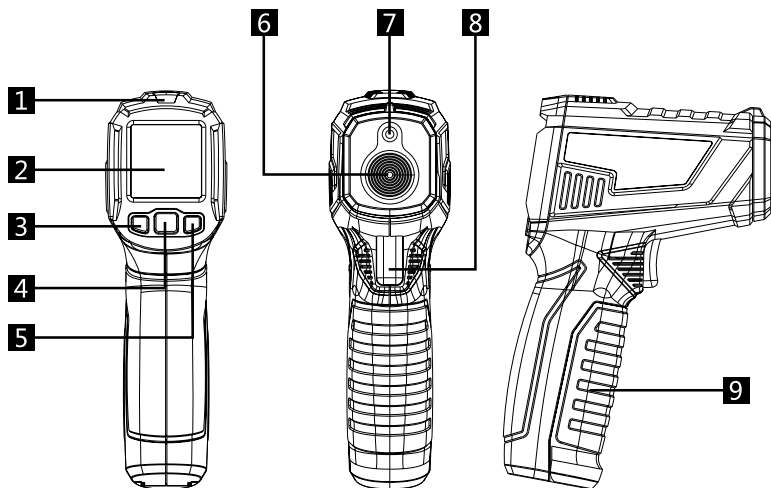

Fig. 1 – Componentes
- Aperte o gatilho (8 - Fig. 1). Enquanto o gatilho estiver pressionado o termômetro estará realizando a medição.
- a. Para utilizar a mira laser, pressione o gatilho (8 - Fig. 1) para ligar o aparelho e, então, pressione o botão 3 – Fig1. No visor irá aparecer o símbolo .
- b. Acione novamente o gatilho (8 - Fig.1). Um ponto laser irá aparecer para auxiliar na localização de onde está sendo realizada a leitura. Enquanto o gatilho estiver pressionado, o termômetro estará realizando a medição.
- d. Para desligar a função Mira a laser basta pressionar novamente o botão 3 - Fig. 1. Note que o símbolo  irá desaparecer do visor do termômetro.
- a) Para acionar a luz de fundo, pressione o gatilho (8 - Fig. 1) para ligar o aparelho.
- b) Pressione o botão  (5 - Fig. 1).
- c) No visor irá acender uma luz de fundo. Para desligar a luz de fundo basta pressionar o botão  (5 - Fig. 1) novamente.
- a. Para mudar de unidade de medição de °C para °F ou °F para °C, pressione o gatilho (8 - Fig. 1) para ligar o aparelho.
- b. Pressione e segure o botão “MENU” (4 - Fig.1), para acessar o menu de ajustes.
- c. Ao acessar o menu de ajustes, pressione novamente o botão “MENU” (4 - Fig.1) por mais 3 vezes, até o símbolo de temperatura (°C ou °F) começar a piscar. Então, utilize os botões de navegação (3 e 5 - Fig. 1) para selecionar a unidade de medida desejada (°C ou °F).
- d. Após escolhida a unidade desejada, pressione o gatilho (8 - Fig. 1) para confirmar.
- **Ajuste da função Hi:** nesta função, permite-se ajustar um valor máximo de temperatura a ser medido, que quando for alcançado, irá emitir um alarme visual (LED indicador irá acender (1 - Fig. 1), informando que a temperatura “limite” foi atingida. Para configurar esta função, prossiga da seguinte forma:
- a. Pressione e segure o botão “**MENU**” (4 - Fig.1), para acessar o menu de ajustes.